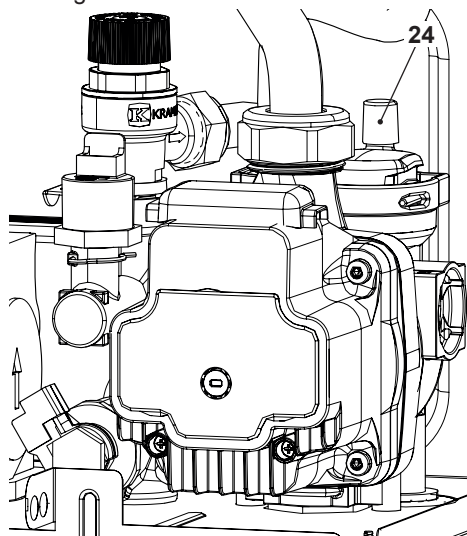

Figura 9.5
- Per facilitare lo svuotamento, svitare il tappo 24 della valvola di sfiato automatica in Figura 9.5.